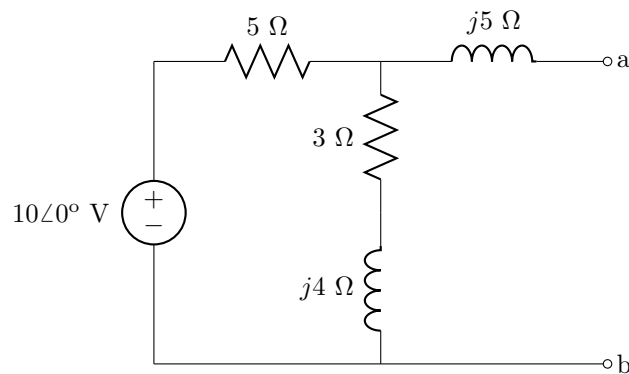

Figura 4.22: Circuito de los problemas 53 y 54.
53. Sustituir el circuito activo de la figura 4.22 visto desde los terminales a y b por el circuito Thevenin equivalente.
54. Obtén el circuito equivalente Norton del circuito de la figura 4.22.